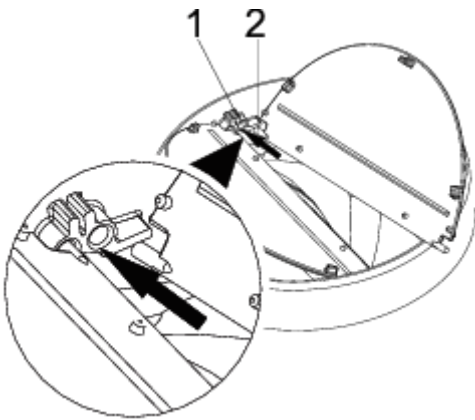

Fig. 11:
- Inserte el pasador de plástico (área no.2) en el conector del pasador que se encuentra en el escape del motor (área no.1). **Fig. 11** (Después doble la aleta ligeramente a fin de insertar el otro pasador en aleta e inserte otro pasador en su conector (**Fig. 11**).